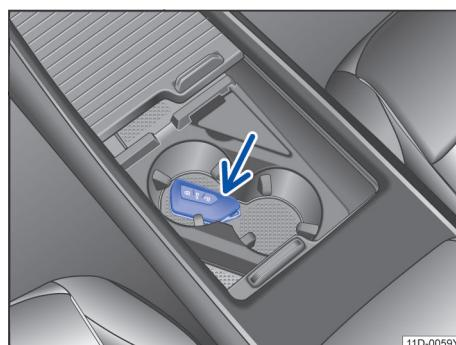

图 89 在中控台中：应急启动功能
- 将汽车钥匙放在中控台的饮料罐托架后部或前储物箱中→图 89。